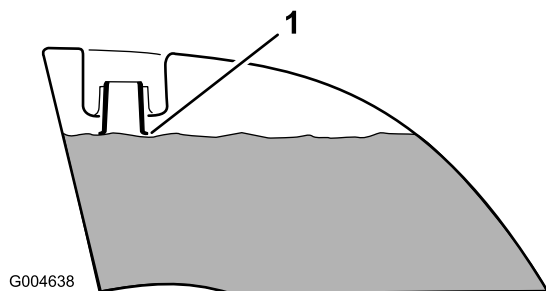

図 12
4. 両方の燃料タンクに、上面から約 25mm まで燃料を補給する (図 12)。入れすぎないように注意すること。